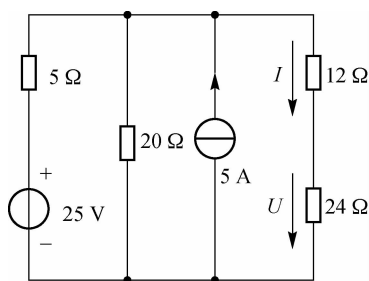

图 2-44 计算题 4 的电路图
4. 用电源等效变换方法, 求图 2-44 所示电路中的 U 和 I 。